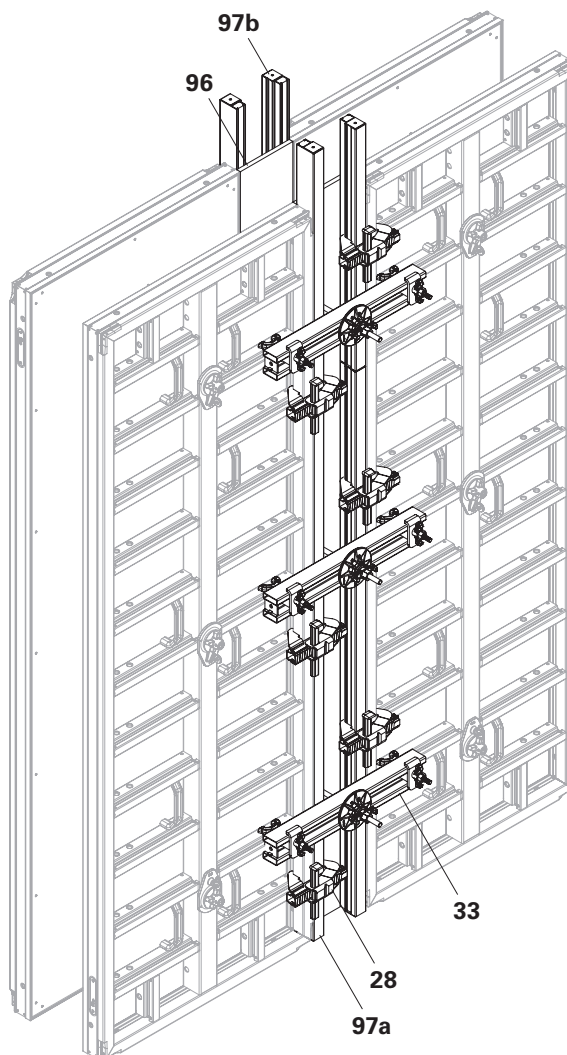
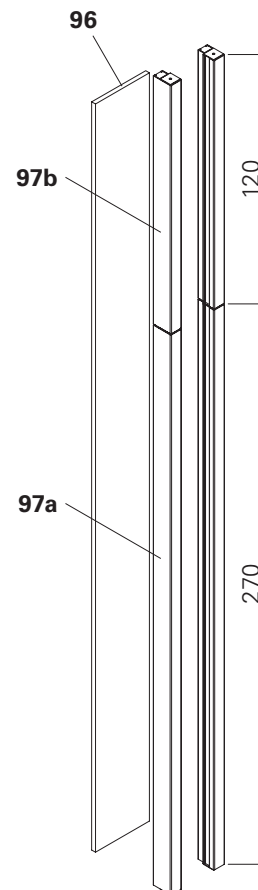

Fig. E7.02
Fig. E7.02a
- Assembly: (Fig. E7.02 + Fig. E7.02a)